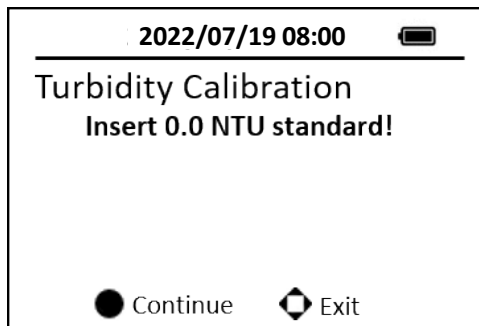

Figura 6 Página de calibración de la turbidez
4. Pulse **CAL** en la página principal, seleccione la calibración de turbidez y pulse **OK** para abrir la página de calibración de turbidez. (Figura 6)